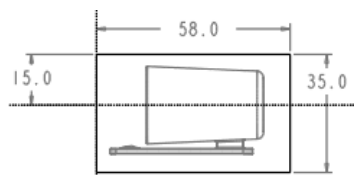

图 7.4 截面草图
(1) 选择命令。单击 **模具** 功能选项卡 **形状** 区域中的  按钮。此时系统弹出“拉伸”操控板。
(2) 创建实体拉伸特征。
① 定义草绘截面放置属性。在绘图区中右击，从快捷菜单中选择 **定义内部草绘...** 命令。系统弹出“草绘”对话框，然后选择 MOLD_PARITING_PLN 基准平面作为草绘平面，草绘平面的参考平面为 MOLD_RIGHT 基准平面，方位为 **右**；单击 **草绘** 按钮，系统进入截面草绘环境。
② 绘制截面草图。进入截面草绘环境后，系统弹出“参考”对话框，选取 MOLD_FRONT 基准平面和 TOP 基准平面为草绘参考，单击 **关闭(C)** 按钮，绘制图 7.4 所示的截面草图。完成截面草图的绘制后，单击“草绘”操控板中的“确定”按钮 。
③ 选取深度类型并输入深度值。在操控板中选取深度类型 （即“对称”），再在深度文本框中输入深度值 30.0，并按回车键。
④ 完成特征。在“拉伸”操控板中单击  按钮。完成特征的创建。